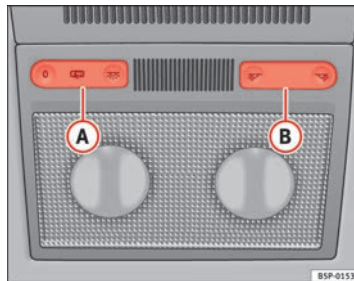
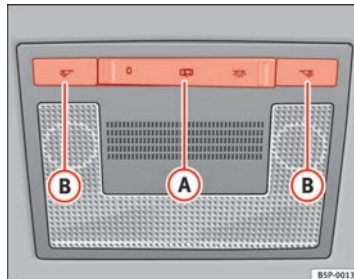

Abb. 80 Ausschnitt aus Dachhimmel; Innenleuchten vorne Typ 1
Abb. 81 Ausschnitt aus Dachhimmel; Innenleuchten vorne Typ 2
Drücken Sie die entsprechende Taste ⇒ Abb. 80 (B) und ⇒ Abb. 81 (B), um die Leseleuchte einzuschalten.